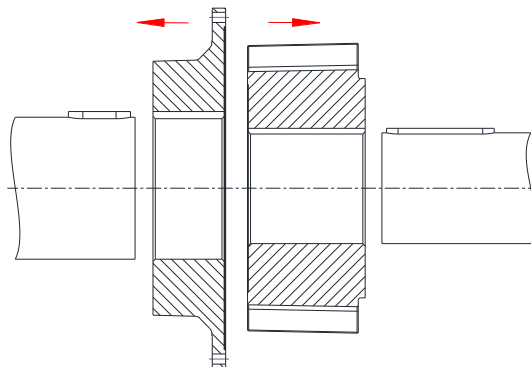

Bild 6
- Montieren Sie die Flanschnabe (Bauteil 1) sowie die Nabe (Bauteil 2) auf die Wellen der An- und Abtriebsseite (siehe Bild 6).